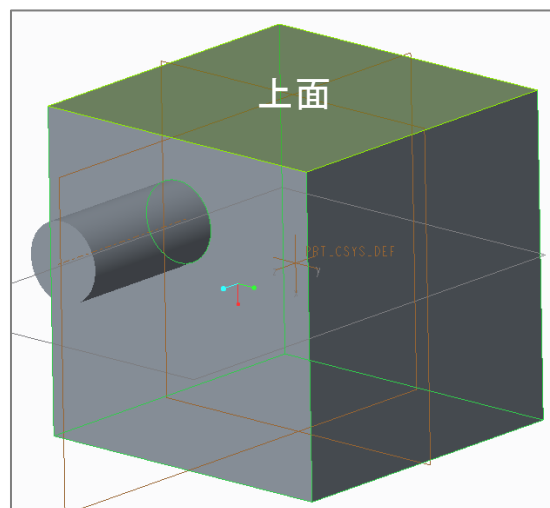

Fig.15 上面
12. 押し出し終了後、Fig.15に示す上面を選択し、スケッチを行う。